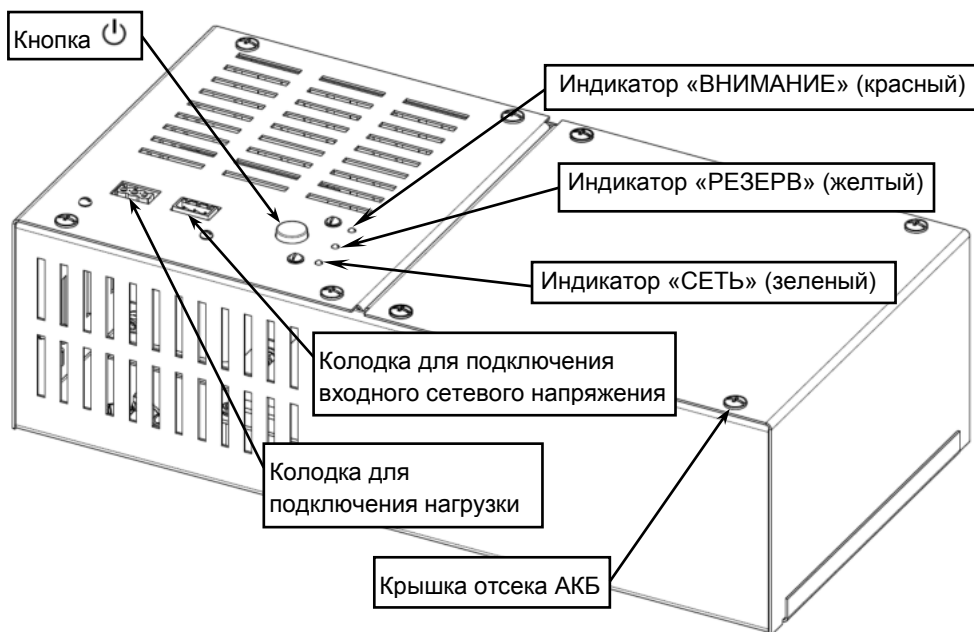

Рисунок 1 — Общий вид изделия
Светодиодные индикаторы, расположенные на крышке корпуса (см. рисунок 1), обеспечивают индикацию режимов работы источника и состояния АКБ:
**Включение изделия** осуществляется кнопкой  (см. рисунок 1). После включения, изделие в течение нескольких секунд тестирует состояние входного сетевого напряжения, звучит длинный звуковой сигнал, все индикаторы светятся. Если уровень сетевого напряжения находится в допустимом диапазоне, изделие подключает нагрузку к источнику сетевого напряжения, индикаторы «РЕЗЕРВ» и «ВНИМАНИЕ» гаснут, индикатор «ОСНОВНОЙ» остается включенным. В противном случае изделие питает нагрузку от АКБ (режим «РЕЗЕРВ»).
- Включить изделие выключателем (см. рисунок 1).
Отключить сетевое напряжение. Изделие должно автоматически выполнить переход на резервное питание нагрузки от АКБ. Индикатор «СЕТЬ» погаснет, индикатор «РЕЗЕРВ» включится (см. рисунок 1).
Включить изделие выключателем. Изделие выполнит те же действия, что и при работе от сети, за исключением того, что питание нагрузок осуществляется от АКБ. Изделие сразу перейдет в режим «РЕЗЕРВ», индикатор «РЕЗЕРВ» включится (см. рисунок 1).